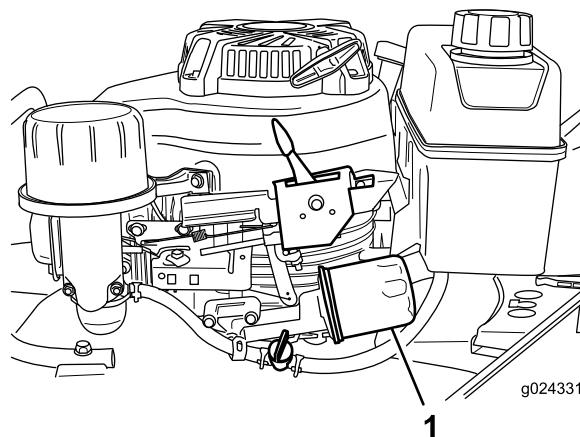

Figure 24
6. Placez un chiffon sous le filtre à huile (Figure 24) pour recueillir l'huile qui peut s'écouler lors de la dépose du filtre.